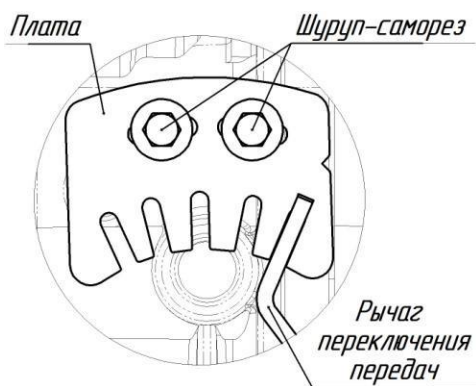

Рис.7.2. Регулировка установки платы на редукторе
- Выставить Плату по Рычагу переключения передач (как показано на Рис.7.2) и зафиксировать её Шурупами-саморезами.